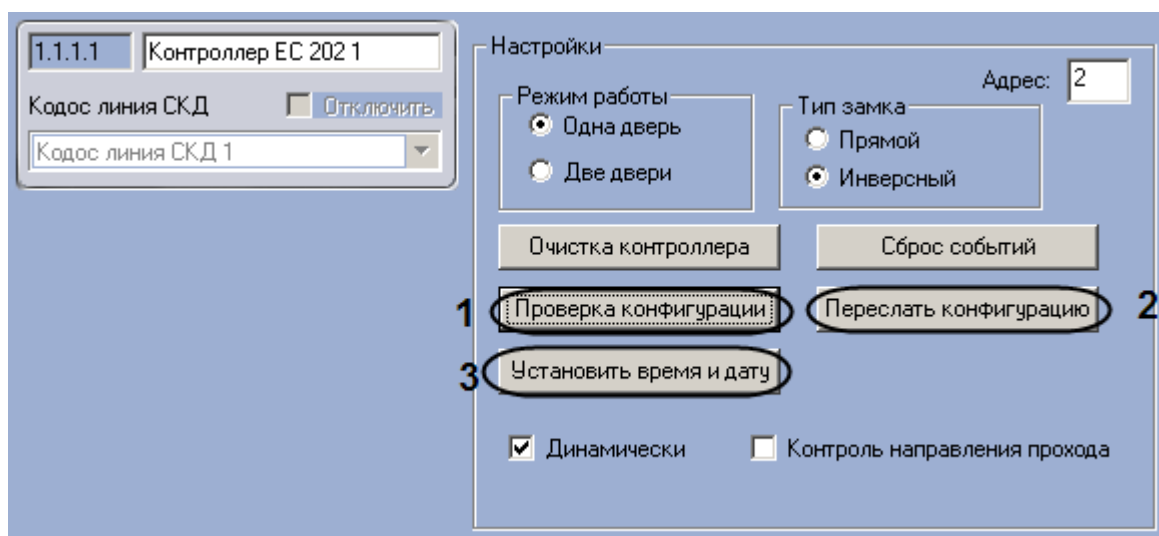

Рис. 3.5—5 Настройка конфигурации контроллера ЕС 202
2. Нажать на кнопку **Проверка конфигурации** (см. Рис. 3.5—5, 1). В случае отсутствия или некорректности данных, необходимых для работы устройства, которому соответствует настраиваемый объект, на экран пользователя будет выведено диалоговое окно с соответствующим сообщением.
3. Для пересылки в контроллер информации о пользователях, картах доступа и временных зонах необходимо нажать на кнопку **Переслать конфигурацию** (см. Рис. 3.5—5, 2).